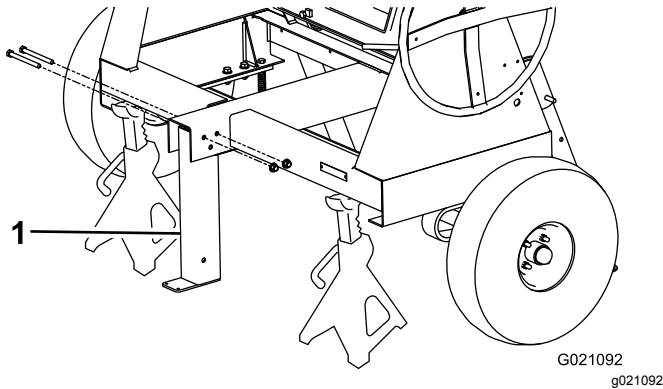

Figure 6
- Retirez les 2 écrous et boulons qui fixent le pied stabilisateur avant au cadre (Figure 6) puis déposez le pied.